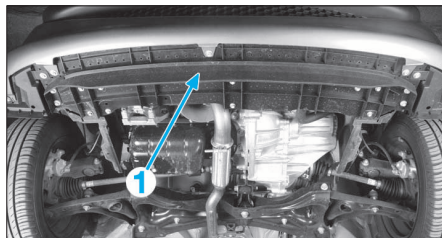

FIG. 49
- Déposer la protection (1) (Fig.49).